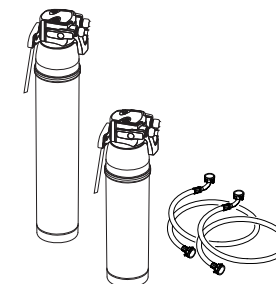

Fig. 3
3.3.1 Waterbehandeling (fig. 3)